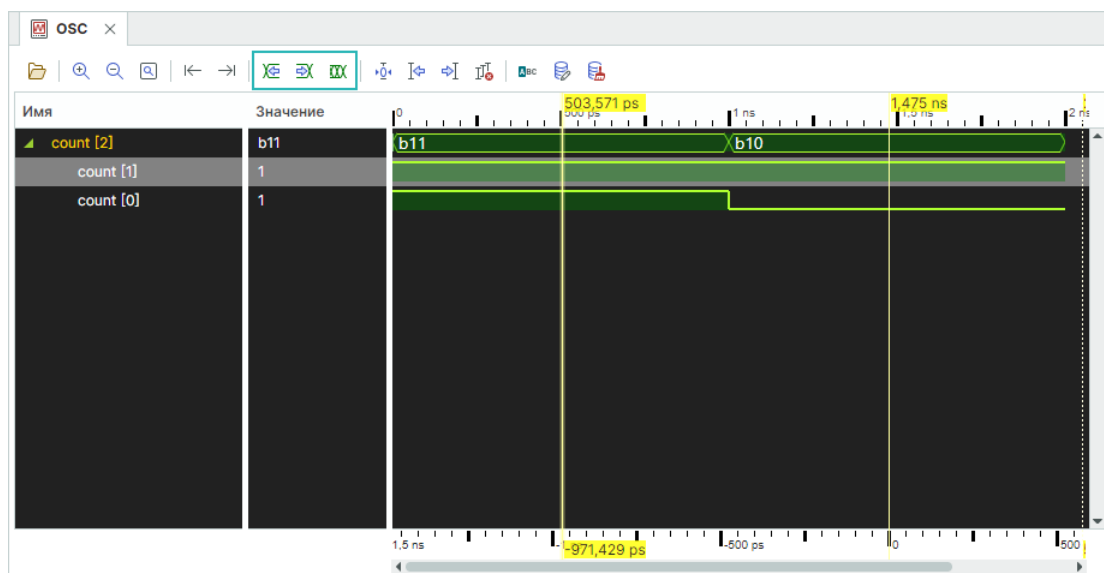

Рис. 36 Расположение кнопок для перемещения курсора
- Перемещение курсора, см. Рис. 36.